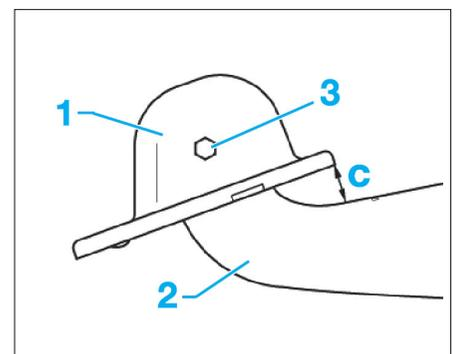

Fig. 17
- Si le palier (1) a été désassemblé du bras longitudinal (2), respecter l'inclinaison du palier par rapport au bras (c = 36 mm) avant de serrer sa vis de fixation neuve (3) (**Fig.17**).